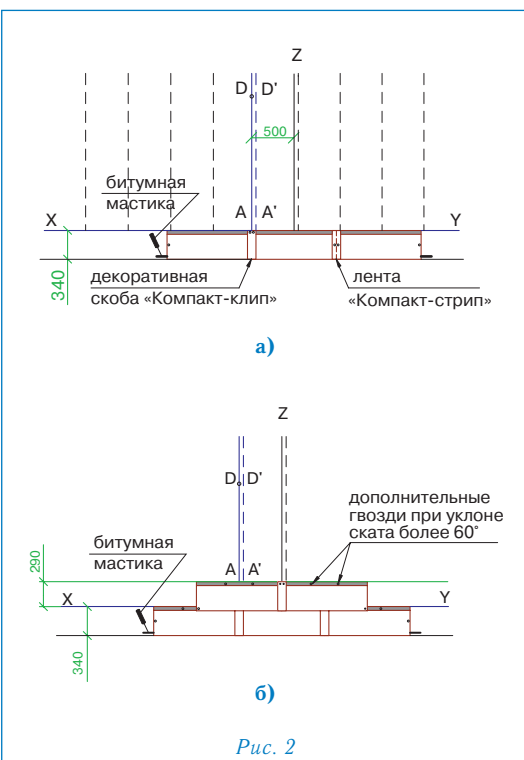

Рис. 2
Укладка материала (рис. 2)
- укладка черепицы начинается от линии AD, при этом ее верхний край выравнивается по линии XY (рис. 2а);
- листы первого ряда укладываются встык и фиксируются двумя гвоздями по центру коротких сторон на расстоянии 2 см от края (рис. 2а);
- правая сторона скобы «Компакт-клип» выравнивается по линии A'D' и фиксируется двумя гвоздями через специальные отверстия (рис. 2а);
- листы второго ряда черепицы укладываются от линии Z, их нижний край выравнивается по линии, параллельной XY; каждый лист фиксируется двумя гвоздями в 2,5 см от нижней стороны; стыки закрываются декоративными скобами «Компакт-клип», которые также фиксируются двумя гвоздями (рис. 2б);
Для крепления гибкой черепицы ПРЕСТИЖ КОМПАКТ используются гвозди из нержавеющей стали улучшенного прилегания (ершенье) с гладкими широкими шляпками. Каждый лист ПРЕСТИЖ КОМПАКТ закрепляется четырьмя гвоздями, в соответствии с рекомендациями, приведенными выше (рис. 2б).
При укладке материала на скатах с уклоном более 60° каждый лист дополнительно фиксируется 2 гвоздями в верхней части (рис. 2б).